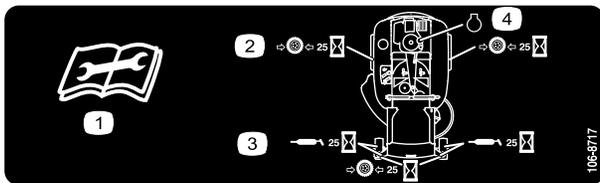

Bild 28
3. Reinigen Sie die Schmiernippel (Bild 27 und Bild 28) mit einem Lappen. Kratzen Sie bei Bedarf Farbe vorne von den Nippeln ab.
4. Setzen Sie die Fettpresse nacheinander an allen Nippeln an (Bild 27 und Bild 28). Fetten Sie die Nippel, bis das Fett beginnt, aus den Lagern auszutreten.